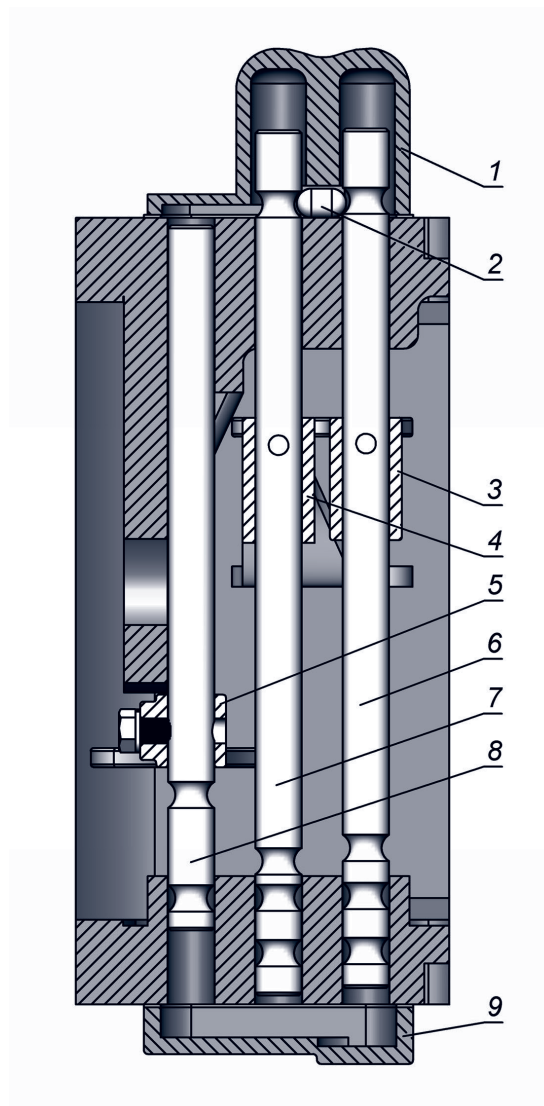

Рис. 9. Механизм предотвращения одновременного включения двух передач.
Механизм предотвращения одновременного включения двух передач отображен на рис. 9. В механизме применен способ блокировки штифтом. Блокировочный штифт (2) установлен между ползунами (6) и (7). Когда один ползун движется, цилиндрическая поверхность ползуна толкает блокировочный штифт в паз на другом скользящем рычаге и блокирует его. Когда движущийся ползун возвращается в нейтральное положение, другой ползун движется и блокирует стационарный ползун. Так работает механизм внутренней блокировки.